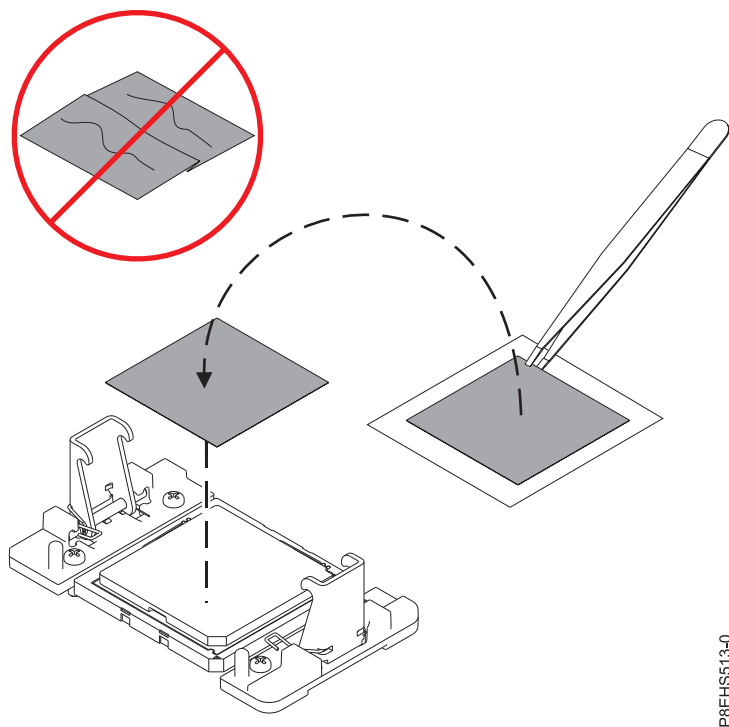

Figura 173. Colocación de un TIM de color gris nuevo en el procesador. Las caras del TIM de color gris se pueden colocar indistintamente.
- c. Utilizando las pinzas, extraiga el TIM de la banda de arrastre y céntrelo en el módulo del procesador del sistema. Las caras del TIM de color gris se pueden colocar indistintamente. El TIM de color gris se puede colocar en el procesador y centrado, tal como se muestra en la Figura 173 en la página 155.